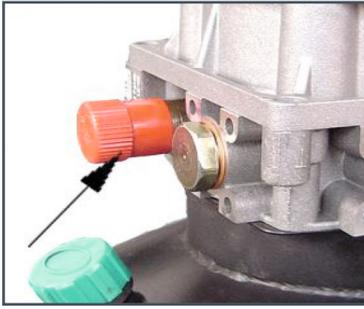

Figure 8
- En cas de surcharge, la vanne de sécurité s'ouvre et évacue le pétrole directement vers le réservoir (figure 8).